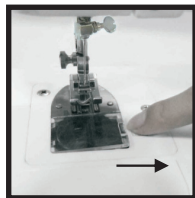

Figura 01
02 - Abra a tampa do acesso a bobina (06) empurrando para a direita a ligueta ao lado da tampa. **(Figura 01)**